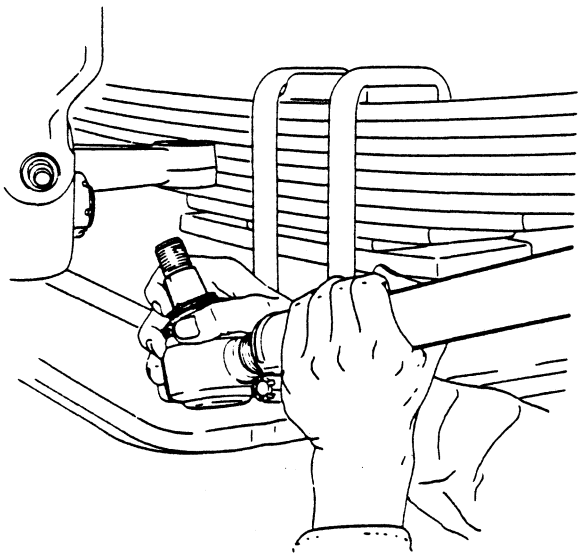

Fig. 7
8. Verwijder de steerkogel van de stuurstang, die naar de eerste bestuurbare as gaat, uit de stuurarm (Fig. 7). Indien de stuurstang die naar de stuurarm op de tweede bestuurbare as gaat gebogen en/of maar aan één zijde instelbaar is, moet ook deze losgekoppeld worden. Is de stuurstang naar de tweede bestuurbare as aan twee zijden instelbaar, dan hoeft deze niet losgekoppeld te worden. Dit is noodzakelijk om de hierna volgende werkzaamheden te vergemakkelijken.